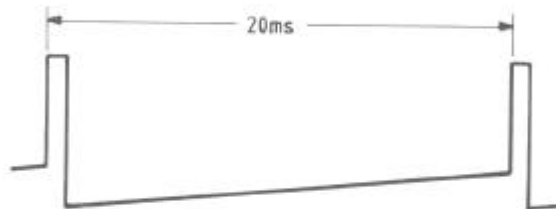

Abbildung 8
- Vertikal-Sägezahn (Abbildung 8)